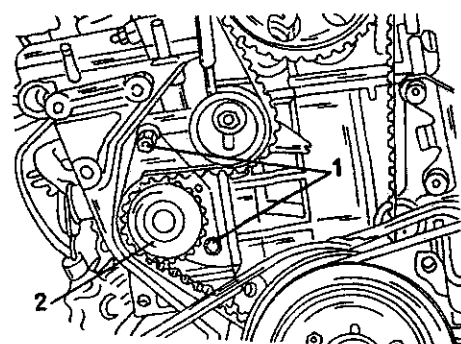

Рис. 163. Снятие узла крыльчатки (см. текст).
- Для снятия узла крыльчатки отвернуть два болта (1) и (2) (Рис. 163). Снять узел крыльчатки (3). Вложить в проточку новое уплотнительное кольцо круглого сечения и снова установить узел крыльчатки.